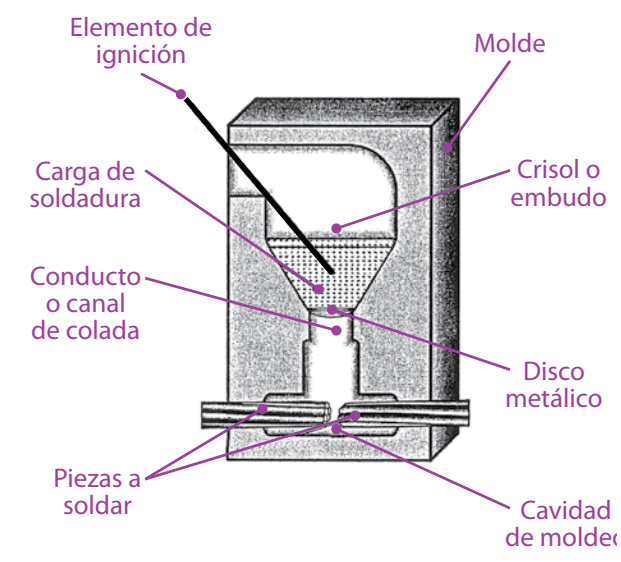

Figura A1. Vista en corte de un molde de soldadura con las piezas a soldarse
**Molde para soldaduras.** Conjunto de piezas mecanizadas de grafito (u otro material apropiado) provistas por el fabricante, necesarias para la realización de cada tipo o modelo de soldadura (ver figura A1).
**Elemento de ignición.** Elemento provisto por el fabricante (por ejemplo, polvo, mecha, dispositivo de chispa, etcétera) contenido en un envase individual que se utiliza para provocar la ignición y la consecuente reacción termoquímica de la carga de la soldadura (ver figura A1).
**Disco metálico.** Pieza metálica circular cóncava que sostiene la carga de soldadura dentro del crisol o embudo del molde y que permite (por su fusión a una temperatura predeterminada) la colada de cobre fundido y recalentado sobre las piezas que deben soldarse (ver figura A1). ■